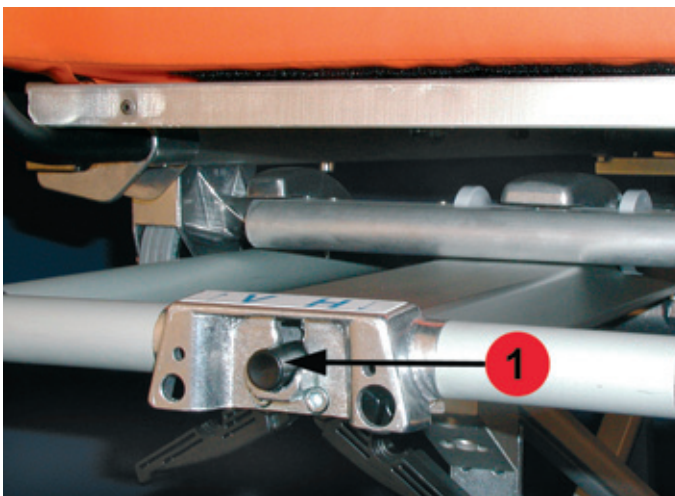

Bild 5
- Entriegelungsknopf (Bild 5/1) löst den Verriegelungshaken der Krankentragenhalterung bzw. des Transportinkubators.